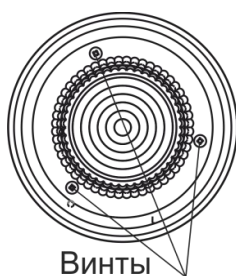

Рисунок 11.16
- снять крышку, отвернув 3 винта, которыми крышка крепится к базе (см. рисунок 11.16):